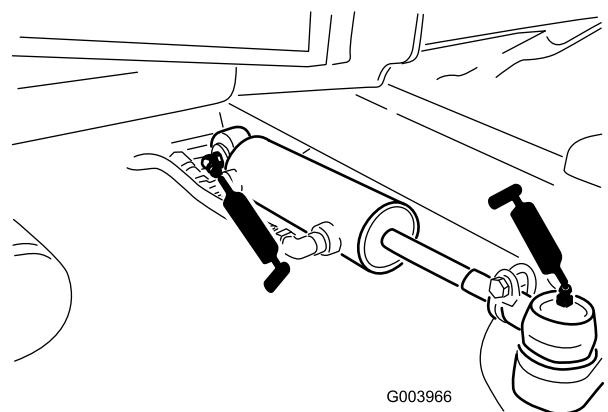

Figura 59
- Giunti sferici (2) del cilindro di sterzo (Figura 59)